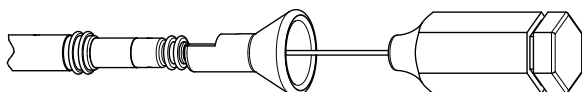

Figure 4. Insérer le mandrin
3. Introduire le mandrin choisi dans la broche terminale ou dans le guide mandrin le cas échéant (Figure 4 Insérer le mandrin en page 17).